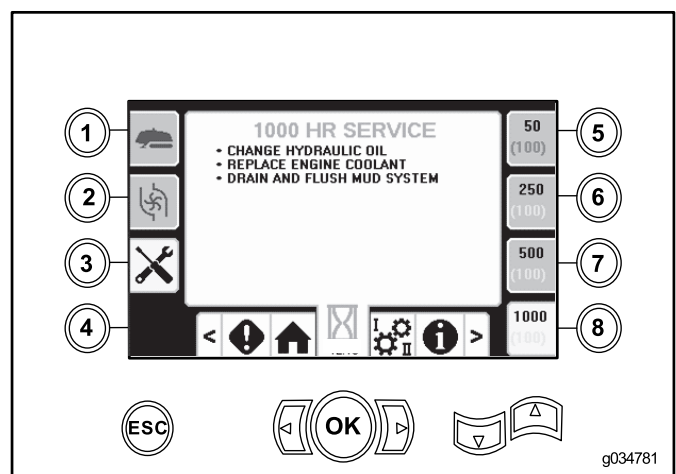

Figura 47
- Botón 8 – 1000 horas (Figura 47)